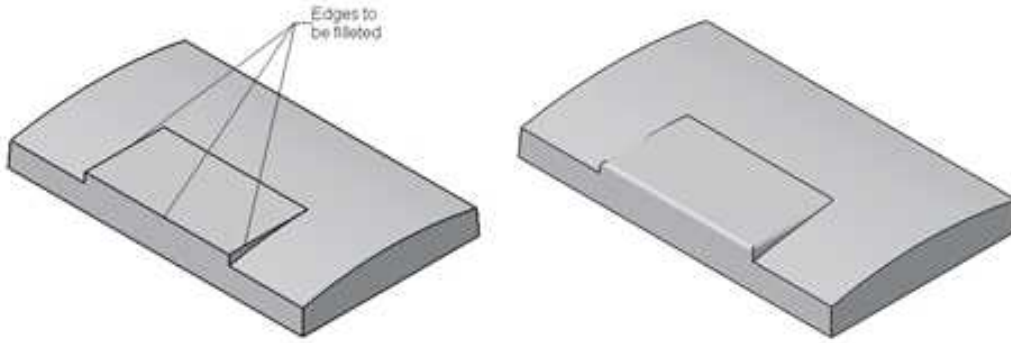

Figura 1.6a Muchii selectate
D. Se rotunjesc muchiile ($R=1$) din **Edge Fillet**, Selectați muchiile ca în Figura 1.6a și b.